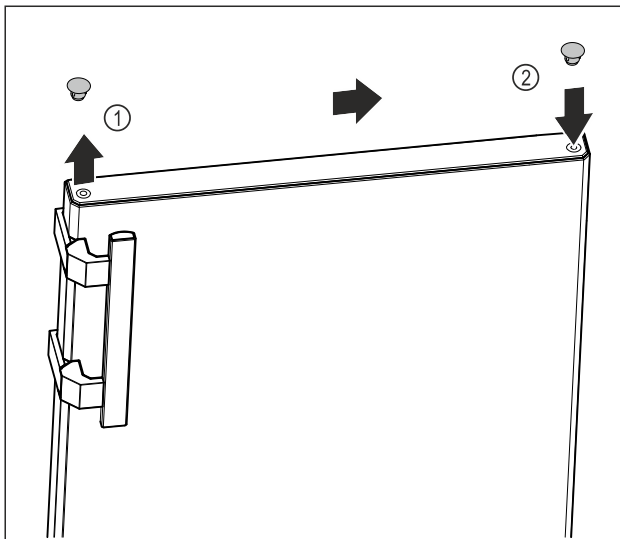

Fig. 13
- ▶ Viršutinės durų pusės dengiamąjį kamštį Fig. 13 (1) atsargiai pakelkite išdrožiniu atsuktuvu.
- ▶ Įstatykite dengiamąjį kamštį priešingoje pusėje. Fig. 13 (2)